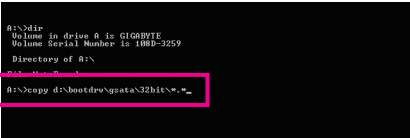

图2
- 若欲复制JMicron JMB362控制器的驱动程序，请输入(图2)：(注二)